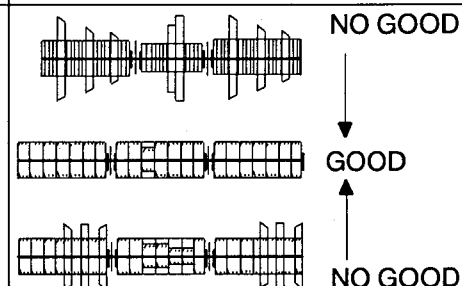

Fig.13.
1. Adjust **L600** to obtain the waveform as shown in Fig.13.
- Mit **L600** die Signalform nach Abb.13. einstellen